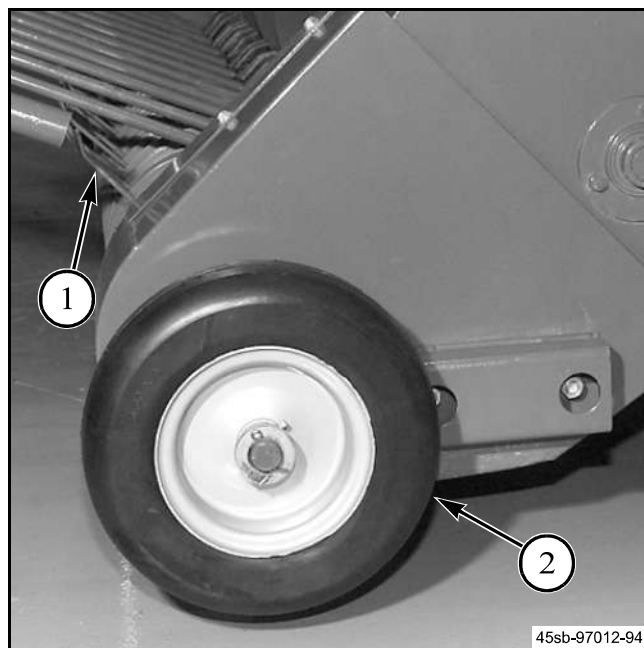

Figure 18
**Figure 18:** Utiliser les griffes du ramasseur (1) en position aussi élevée que possible pour obtenir un ramassage net. Ne pas faire fonctionner avec les porte-dents qui heurtent constamment le sol. Une hauteur de porte-dents de 50 mm (2 po) au-dessus du sol convient à la plupart des circonstances de travail.